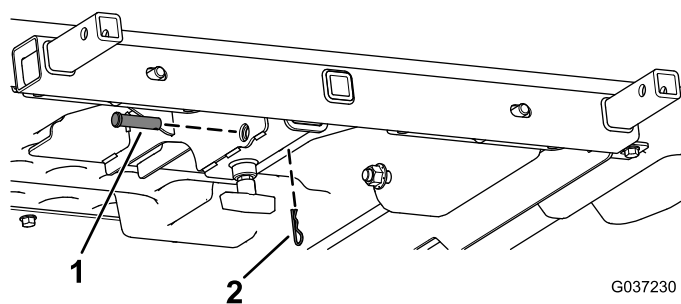

Figura 7
7. Fixe a estrutura do balde do lixo no tubo recetor utilizando o passador de forquilha e o perno de gancho (Figura 7).